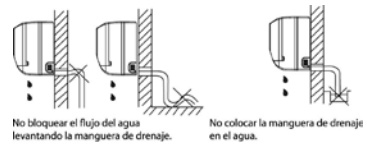

Ilustración 41
3.1. Coloque la manguera de drenaje con pendiente hacia abajo. No instale la manguera de drenaje según lo ilustrado en la Ilustración 41.